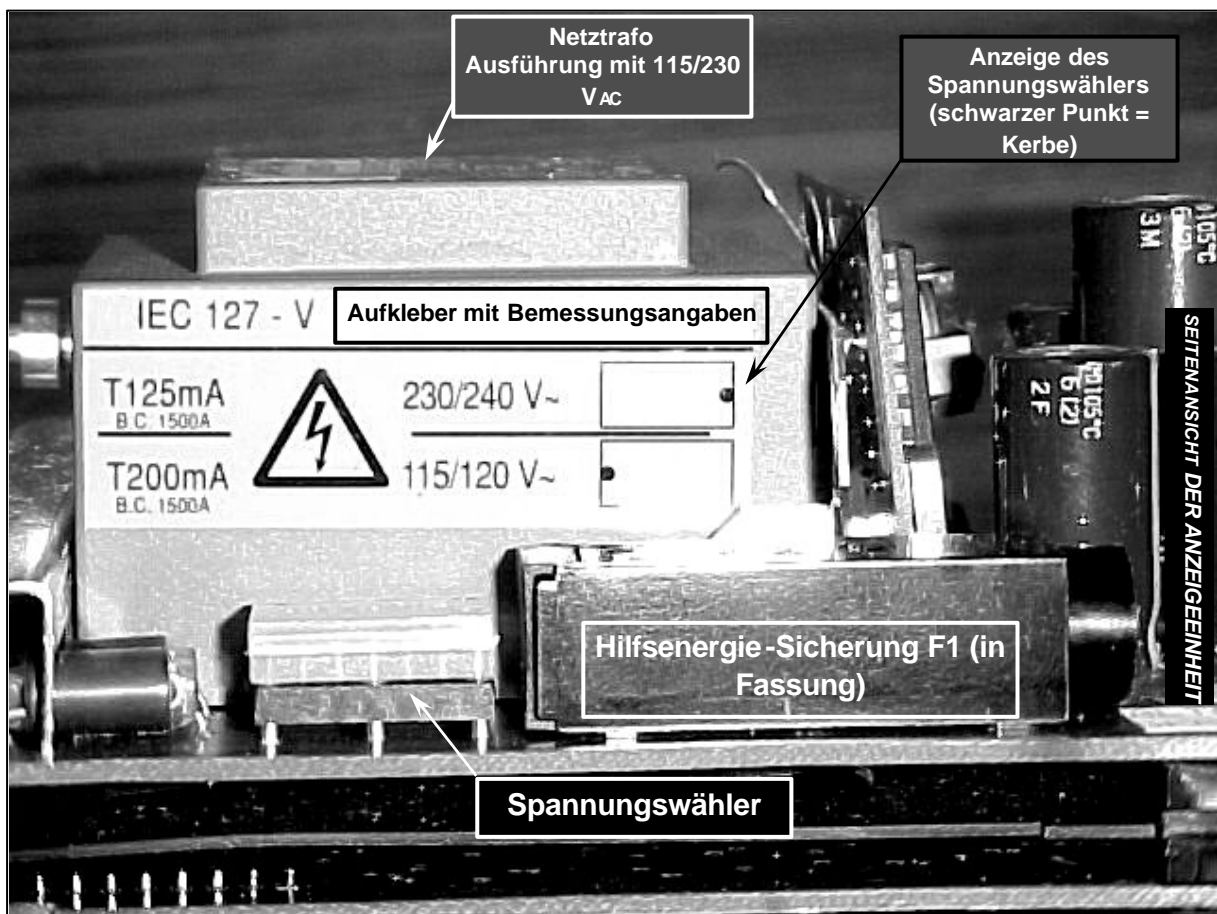

Abbildung 6: Ausführung mit 115/230 V AC Hilfsenergie.
3. Die Fassung für die Hilfsenergie-Sicherung der Größe Ø5 x 20 mm (hohe Schaltleistung) gemäß IEC 127-2 liegt nun frei und Sie können die defekte Hilfsenergie-Sicherung **F1** mit einer neuen Sicherung **gleicher Bemessung** ersetzen. Die erforderliche Bemessung richtet sich nach der Spannungseinstellung der Hilfsenergie-Einheit. (**T200mA** für 100 oder 115 V AC und **T125mA** für 200 oder 230 V AC). Angaben zur Bemessung der Sicherung befinden sich auch auf dem gelben Aufkleber auf dem Netztrafo (siehe Abb. 6 auf der nächsten Seite).
5. Die Betriebsspannung kann geändert werden, indem Sie den Dummy-Dual-in-Line-Block (**Spannungswähler**, siehe Abbildung 6 auf Seite 6) um 180° drehen. Die jeweilige Einstellung wird durch die Kerbe auf dem Dual-in-Line-Block angezeigt. Angaben zur Bemessung der Sicherung befinden sich auch auf dem Aufkleber auf dem Netztrafo (siehe Abb. 6).